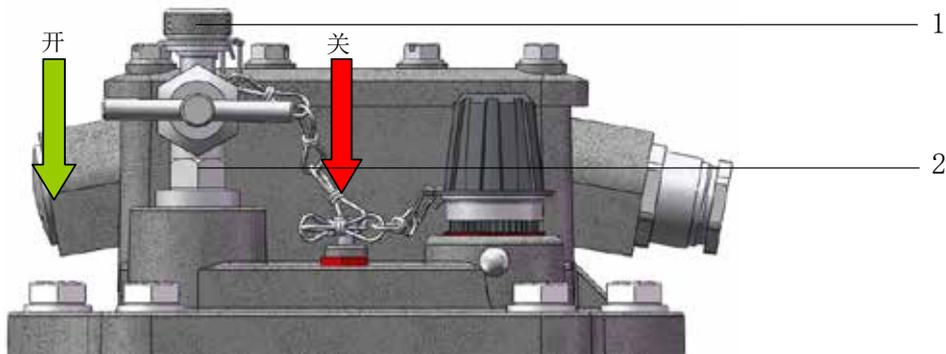

图 2 - 测试阀
- 从测试阀(图 2/ 2 号) 上拧下小闷盖螺母 (图 2/ 1 号)。